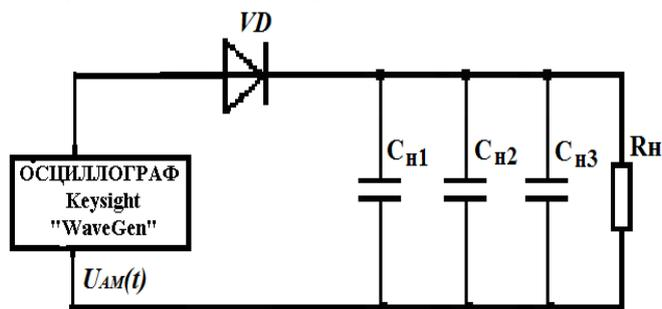

Рис.3.5 Схема диодного детектора
Высокочастотный модулируемый сигнал от генератора *WaveGen* осциллографа *KeySight*, подается через разделительный конденсатор непосредственно на вход УЭ, модулирующий же сигнал от генератора *PCLab2000* подаётся на вход 2. Величина и форма выходного сигнала контролируются осциллографом в режиме измерения и курсор. Исследование диодного детектора выполняется по схеме, представленной на рис. 3.5.
6.4.1. Соберите схему диодного детектора (рис.3.5). Элементы схемы расположены в правом верхнем углу панели лабораторного макета.